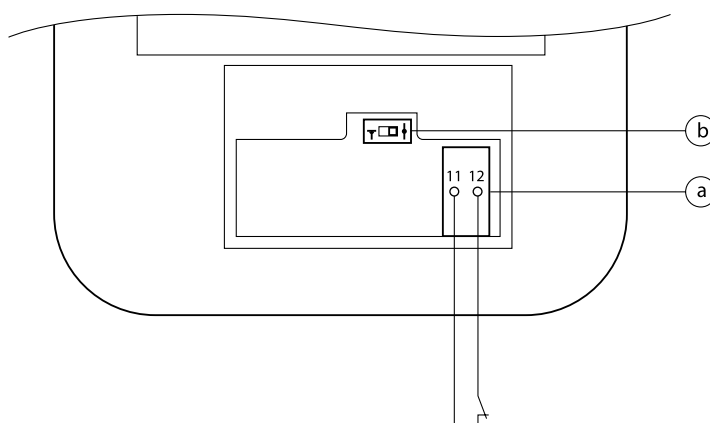

Fig. 18-1b: Terminierungsschalter (Gehäuseoberteil-Rückseite), Anschluss Fensterkontakt an GeniAx Bediengerät
Die GeniAx Bediengeräte verfügen jeweils über einen BUS-Abschlusswiderstand von 120 Ω. Dieser kann über den Terminierungsschalter (b) (Fig. 18-1b) aktiviert werden.
- Die Anschlusskabel an den Klemmenblock (a) des GeniAx Bediengerätes anschließen gem. Fig. 18-1b.